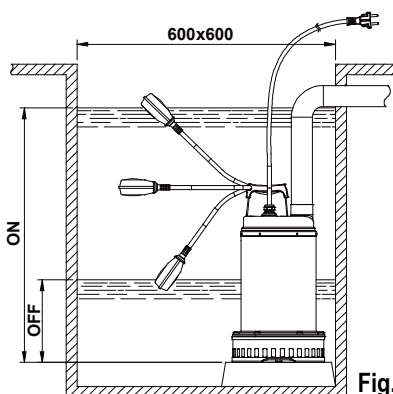

Fig.1
4.1 Nel caso in cui il fondo del pozzetto, dove la pompa dovrà funzionare, presentasse notevole sporcizia, è opportuno prevedere un supporto dove appoggiare la pompa al fine di evitare intasamenti (**Fig.1**)
2. Per la versione provvista di interruttore a galleggiante, accertarsi che quest'ultimo possa muoversi liberamente (vedi paragrafo REGOLAZIONE INTERRUETTORE A GALLEGGIANTE). Prevedere dei pozzetti di alloggiamento aventi **dimensioni minime** come indicato in **Fig.1**. Il pozzetto dovrà sempre essere dimensionato anche in relazione alla quantità d'acqua in arrivo ed alla portata della pompa in modo da non sottoporre il motore ad eccessivi avviamenti.